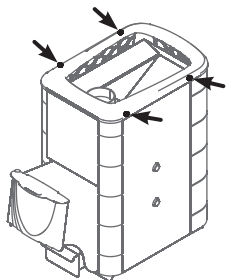

Рисунок 11. Саморезы для демонтажа рамки конвектора печи
1. Снять рамку конвектора, открутив 4 самореза (рисунок 11);